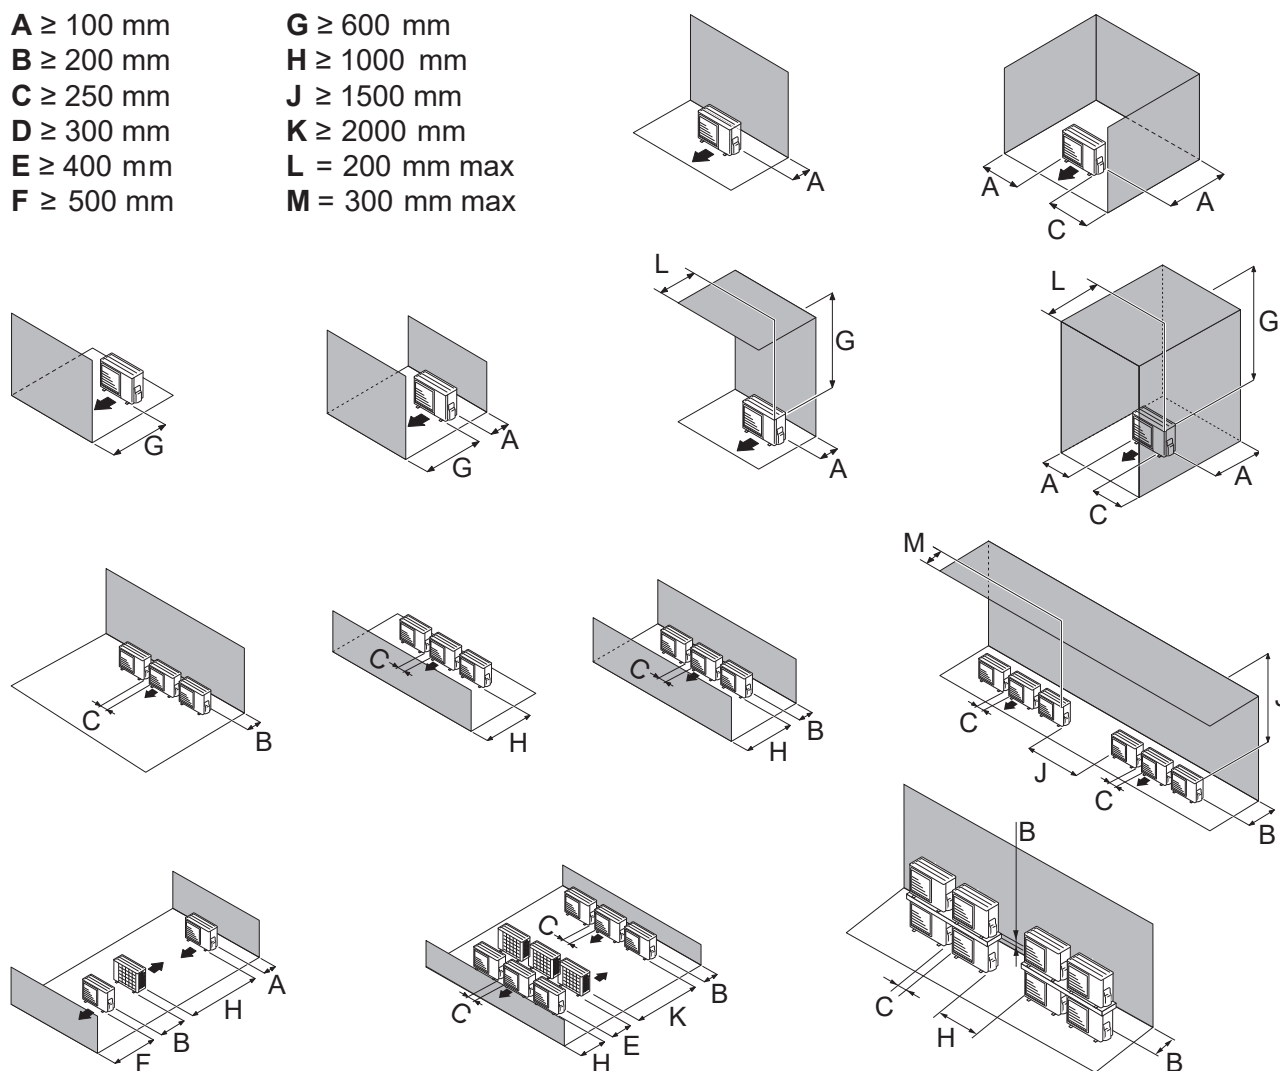
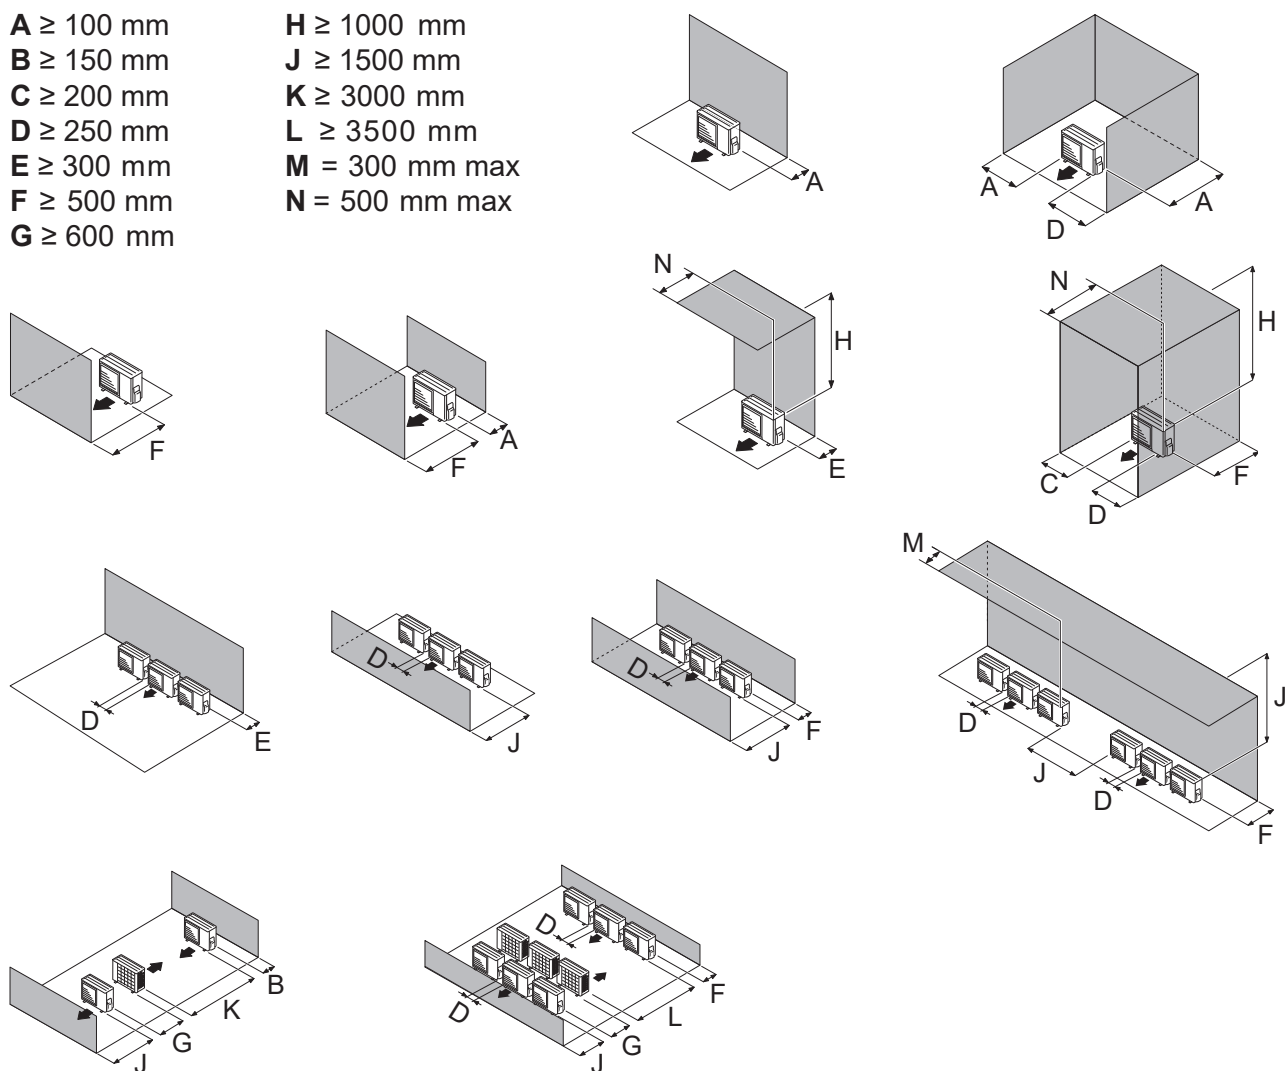

fig. 16 - Spazio minimo d'installazione minimo intorno all'unità esterna (modello 3, 5, 6 e 8)
fig. 17 - Spazio minimo d'installazione minimo intorno all'unità esterna (modello 10)
- L'apparecchio deve essere facilmente accessibile per lavori di installazione e manutenzioni (fig. 16 e fig. 17, pagina 18).
- La circolazione dell'aria attraverso l'evaporatore e in uscita dal ventilatore non deve essere ostacolata in alcun modo (fig. 16 e fig. 17, pagina 18).